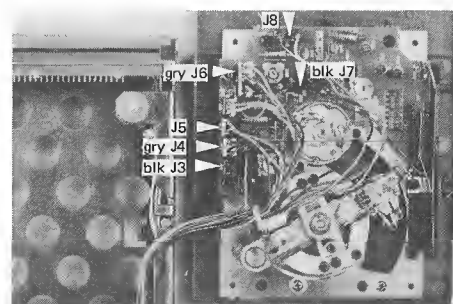

Fig. 2.5
- Die sechs Steckverbindungen (siehe Fig. 2.5) ausziehen.